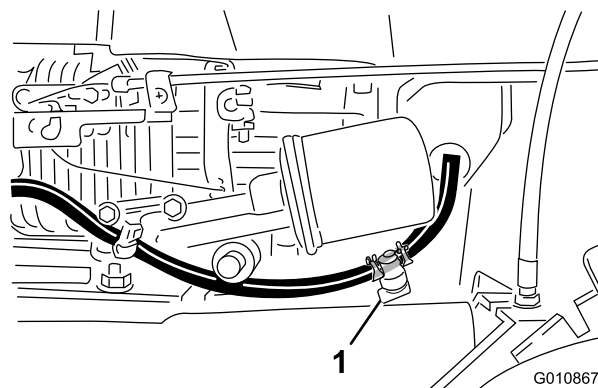

Figura 11
2. Abra la válvula de combustible (Figura 11).